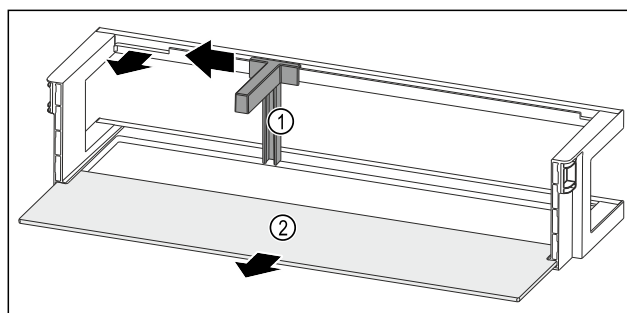

Fig. 149 Türabsteller mit Flaschenhalter und Abstellfläche
- ▶ Flaschenhalter Fig. 149 (1) bis zur Aussparung zur Seite schieben.
- ▶ Flaschenhalter Fig. 149 (1) entnehmen.
- ▶ Abstellfläche Fig. 149 (2) entnehmen.